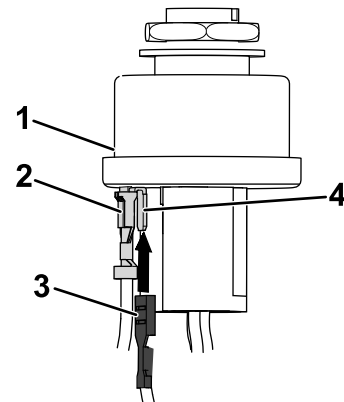

图 18
3. 将机器线束的扁平端子连接至线束适配器的肩背端子图 18。